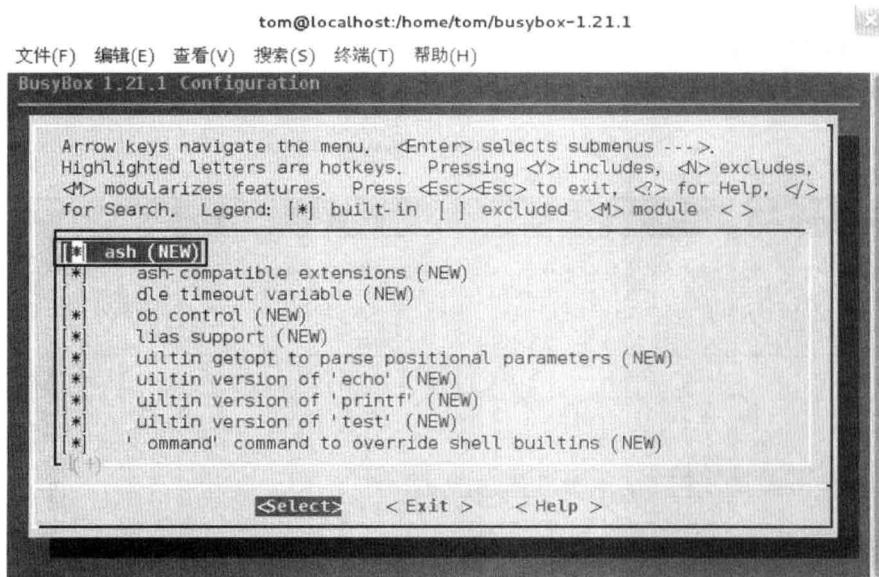

图 5.9 配置 Shell 工具
(10) 必须配置 Shell 工具，选择命令 Shell 进入 Shell 窗口，选择 ash，如图 5.9 所示。